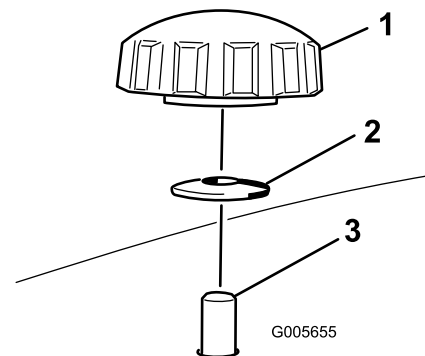
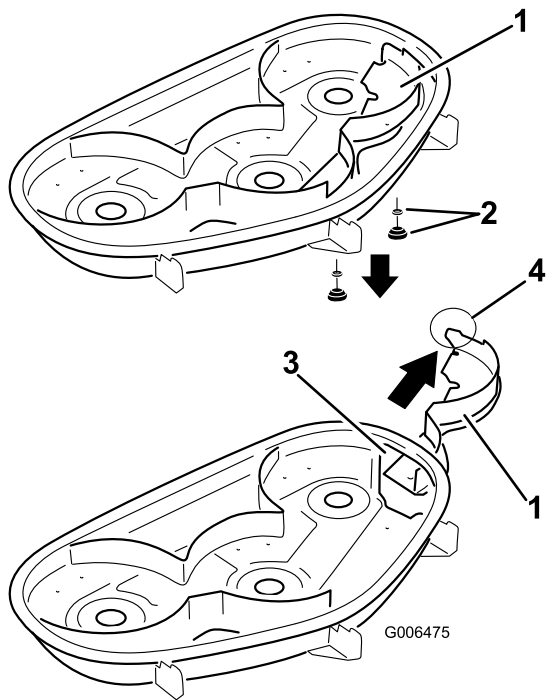

Bild 19
Bild 20
4. Nehmen Sie die beiden Handräder und die Wellenscheiben ab, mit denen das rechte Ablenkblech am Mähwerk befestigt ist, wie in Bild 19 dargestellt.
5. Nehmen Sie das rechte Ablenkblech ab und senken Sie das Grasablenkblech über der Auswurfkanalöffnung ab, wie in Bild 20 und Bild 19 dargestellt.
4. Schieben Sie das rechte Ablenkblech durch die Auswurfkanalöffnung und befestigen Sie diese mit den zwei Handrädern und Wellenscheiben (kappenförmige Seite zum Mähwerk), wie in Bild 19 und Bild 20 dargestellt.